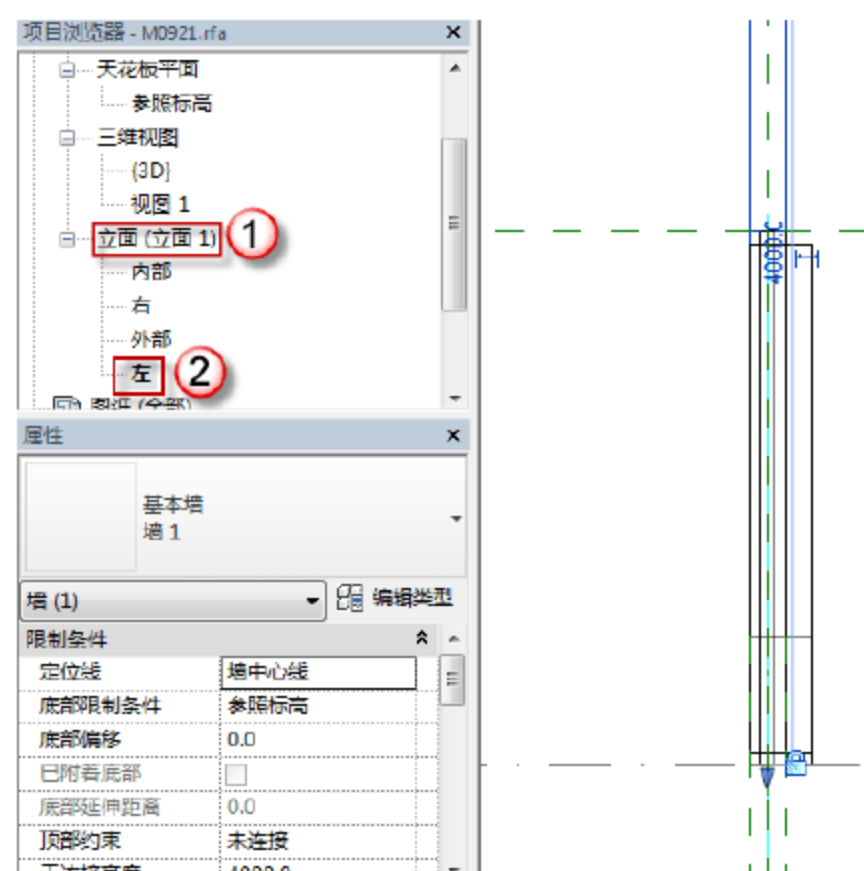

图 6.1.21 M0921 门板的左立面图
(20) 选择“项目浏览器”中的“立面（立面 1）”→“左”选项，可以进入 M0921 的左立面视图，如图 6.1.21 所示。